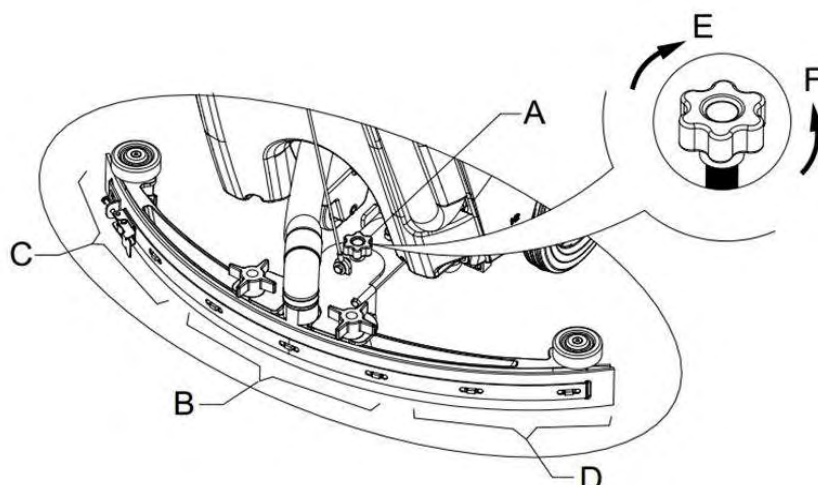

Figur 8
Beroende på vilken typ av golv som ska rengöras, kan maskinen installeras med borste (figur 8, A) eller en dynhållare (figur 8, B och C).
1. (Gäller endast **AS430B** och **AS510B**): kontrollera att knappen (41) är i avstängt läge (O).
2. Tryck ner styret (2) för att lyfta behållaren (26).
3. Placera borsten (A) eller dynhållaren (B-C) under höljet.
4. Använd styret (2) för att sänka behållaren (26) så att den kommer i kontakt med borsten eller dynhållaren.
5. För att installera borsten/dynhållaren automatiskt, tryck strömbrytaren (41) till "I"-läge och tryck på säkerhetsbrytaren (1). Tryck försiktigt maskinen framåt så att remhjulet längst ner på behållaren justeras med borsten eller dynhållaren som då kan installeras. Släpp sedan säkerhetsbrytaren. Vid behov upprepa proceduren tills borsten/dynhållaren installeras.
6. Om steg 5 ovan visar sig vara svårt, använd den manuella metoden genom att följa pilen (D) för att installera borsten/dynhållaren (som visas i figur 8).
7. För att lossa borsten/dynhållaren automatiskt, tryck strömbrytaren (41) till "O"-läge. Använd handen för att hålla styret och skjut maskinen nedåt tills styrhjulet vidrör golvet och borsten/dynhållaren hänger i luften. Tryck strömbrytaren (41) till "I"-läge och tryck på säkerhetsbrytaren så att borsten eller dynhållaren snurrar tills den ramlar ned på golvet.
8. Om steg nr 7 ovan visar sig vara svårt, använd den manuella metoden genom att vrida borsten/dynhållaren i motsatt riktning tills den kan tas av (som visas i figur 8).